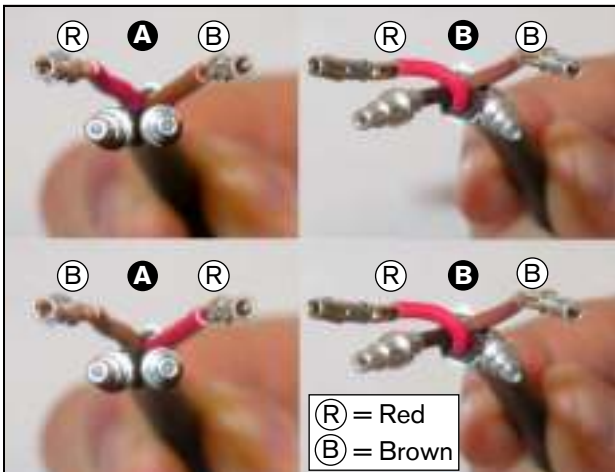

рисунок 30.30: Позиционирование медных проводов и оптоволокон
- 26 Проверьте, чтобы медные провода и пластмассовые оптические волокна были правильно расположены (см. рисунок 30.30).